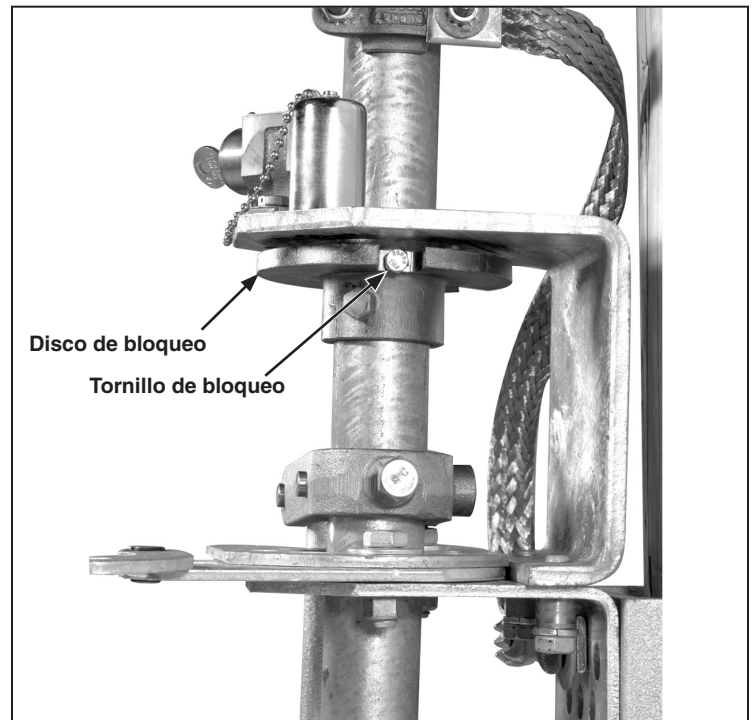

Figura 30. Utilice el tornillo de bloqueo para bloquear una de las ranuras en el disco de interbloqueo.
**PASO 26.** Bloquee una de las dos ranuras del disco de bloqueo con el tornillo de bloqueo que se proporciona. (La ranura que se debe tapar dependerá de si se necesita una configuración con bloqueo en apertura o con bloqueo en cierre). Vea la Figura 30.